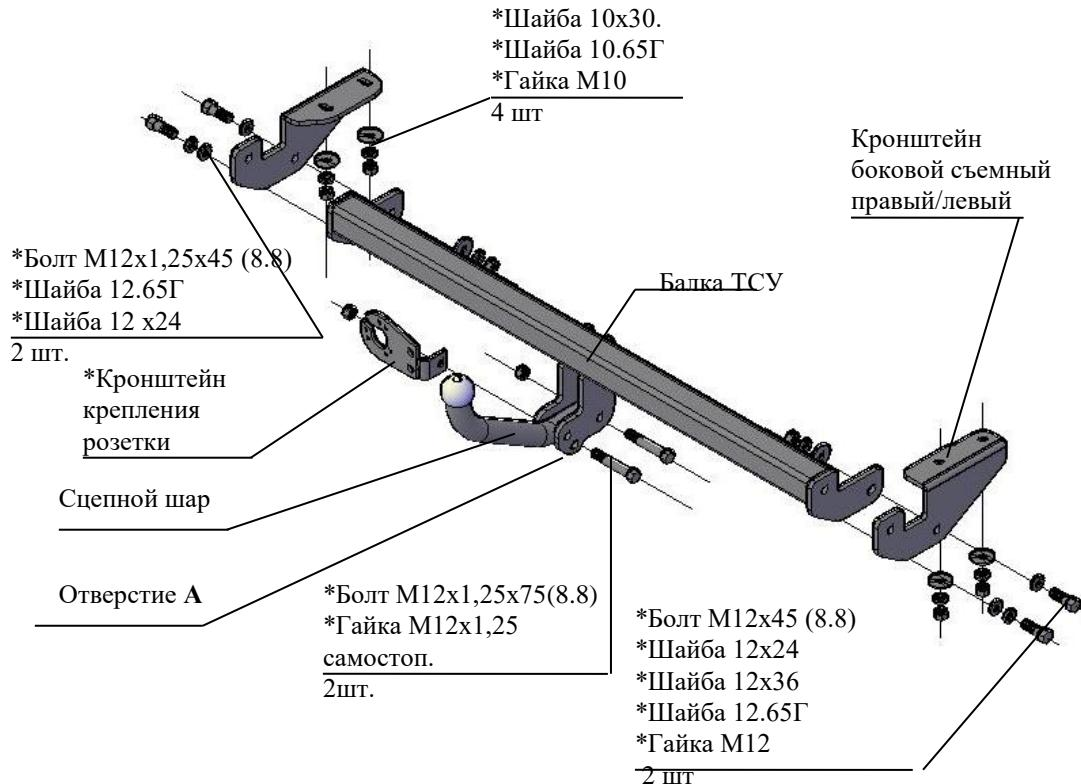

Рис.1 Тягово-сцепное устройство 9520
| 2.1 ТСУ 9520 в сборе (рис.1) | 1 шт. |
| 2.2 Пакет с комплектующими (см. рис.1) | 1 шт. |
4.1 Закрепить боковые съемные кронштейны ТСУ (правый и левый соответственно рис.1) к нижним полкам лонжеронов а/м гайками M10 (используя болты штатные), под головки гаек подложить шайбы 10.65Г и шайбы 10x30. Крепеж не затягивать.